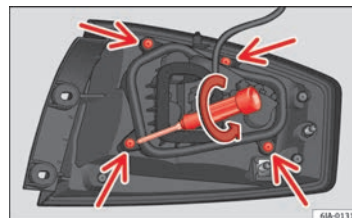

Fig. 158 Tornillos de fijación en la parte posterior de la unidad de luz trasera
- Desatornille los cuatro tornillos de fijación del portalámparas en sentido antihorario con el destornillador de dotación o una llave Torx 20 (T20) ⇒ fig. 158. Tener precaución de no perder los tornillos de fijación del portalámparas.